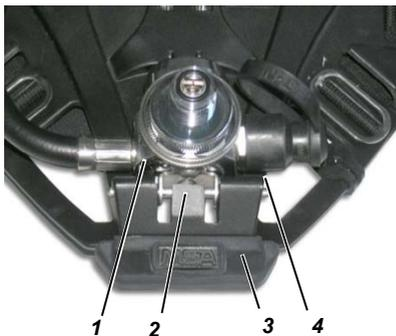
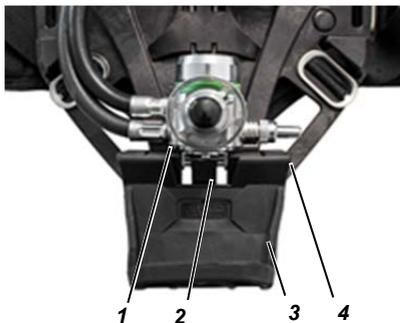

Рис. 26 Редуктор давления с амортизатором
Рис. 27 Редуктор давления с амортизатором и защитой клапана
- (9) Вытолкните ось из фиксатора на редукторе давления (→ Рис. 26 и Рис. 27).
- (10) Снимите редуктор с ложеента, не отжимая вверх захватную пружину.
- (11) Очистите ложемент с крепежным ремнем баллона при температуре не более 60° С.
- (12) Выстирайте ремни в подходящей стиральной машине при температуре не более 60° С.
- (13) Очистите, предпочтительнее вручную, шланги, редуктор давления и манометр.